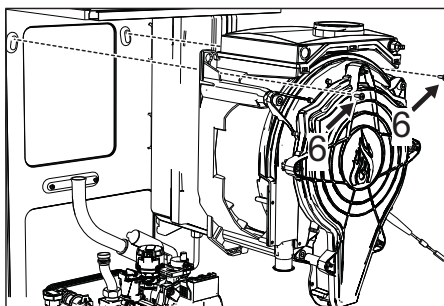

fig. 64
- Extraiga los dos tornillos **superiores "6"** que fijan el intercambiador al bastidor (fig. 64)